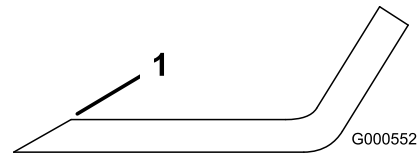

Figura 104
Nota: Se la lama non è bilanciata, limate del metallo soltanto dalla costa (Figura 104).
1. Affilate i taglienti da entrambe le estremità della lama con una lima (Figura 104).